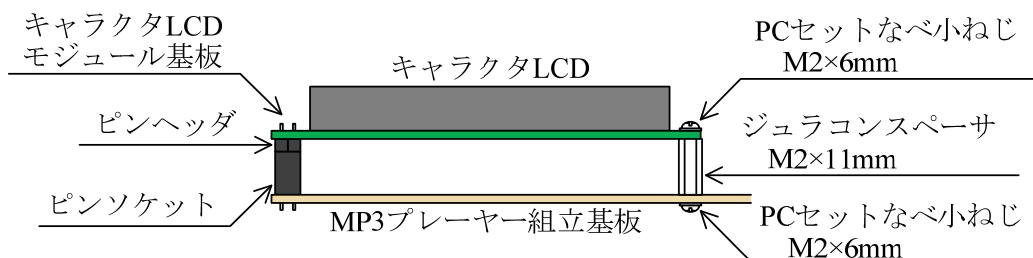

図 4.5 LCD モジュール基板の組付け状態
(5) MP3 デコーダ基板の取付け
(6) キャラクターLCD の組付け
- イ) キャラクターLCD モジュール基板 LCD101 は、あらかじめはんだ付けしたピンヘッダを、図 4.5 のようにピンソケット CN104 に奥までしっかりと挿入する。